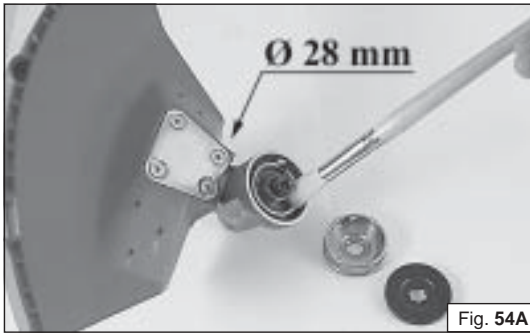

Fig. 54A
- Снимите фиксирующие фрезу фланцы, прочистите, высушите и смажьте гнездо угловой зубчатой передачи (Рис. 54A-B).